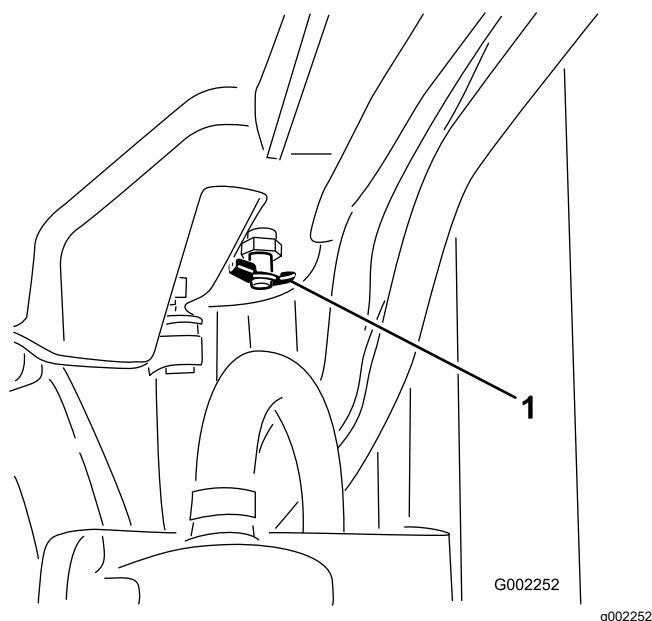

図 92
4. ドレンバルブを開いて冷却液を排出する 図 92。
5. ドレンバルブを閉じる 図 92。